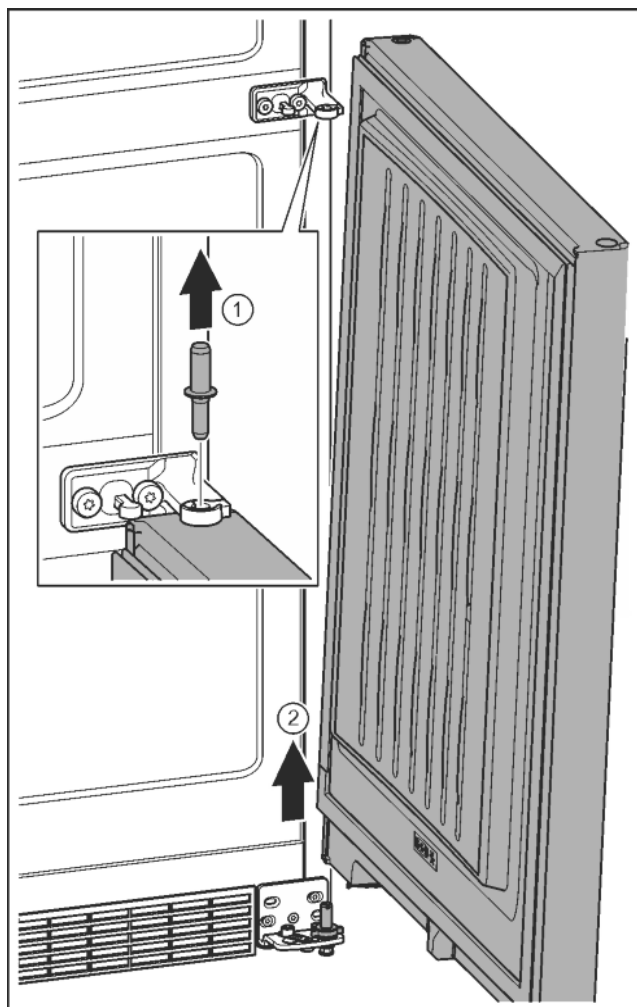

Fig. 12
- ▶ Izvucite svornjake prema gore. Fig. 12 (1)
- ▶ Podignite vrata, povucite ih prema gore i stavite ih na stranu. Fig. 12 (2)